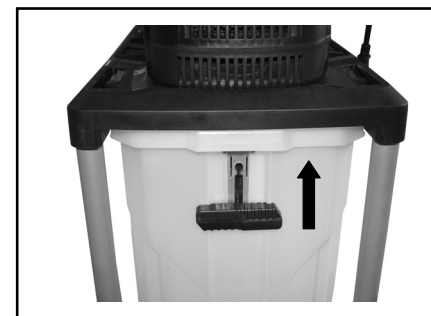

Fig. 10
8. Bloccare il contenitore di raccolta in posizione spingendo l'interruttore di sicurezza verso l'alto (Fig. 10).